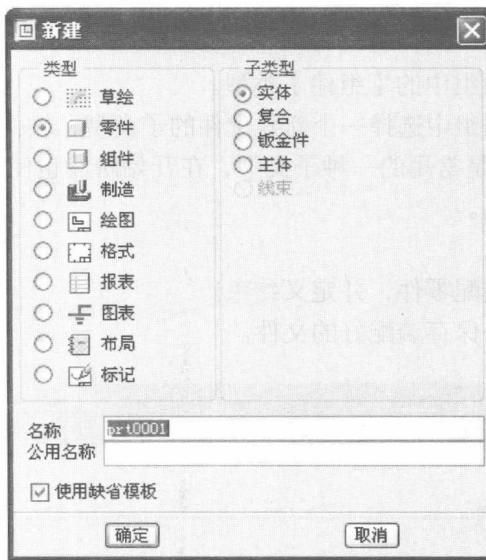

图 1.3 【新建】对话框
**STEP 01** 选择【文件】 | 【新建】菜单命令或单击工具栏 (新建) 按钮，打开【新建】对话框，如图 1.3 所示。